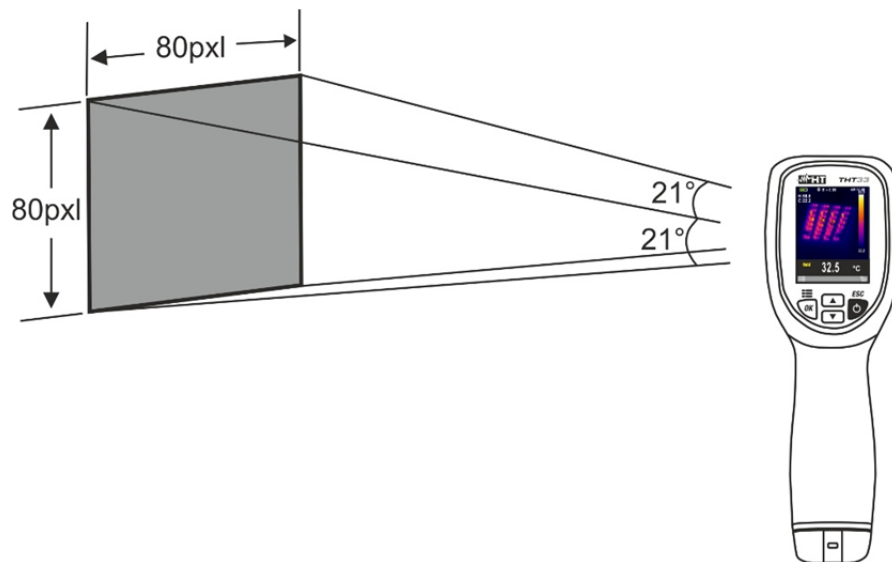

Fig. 14: Représentation du champ visuel (FOV) de l'instrument
6. Pour des mesures précises de la température, s'assurer que la surface de l'objet testé soit toujours plus grande que la surface effectivement mesurable par l'instrument, exprimée par son champ visuel (FOV = Field Of View). L'instrument a un champ visuel égal à $21^\circ \times 21^\circ$ et un vecteur de mesure de 80x80 (6400 pxl) comme le montre la Fig. 14